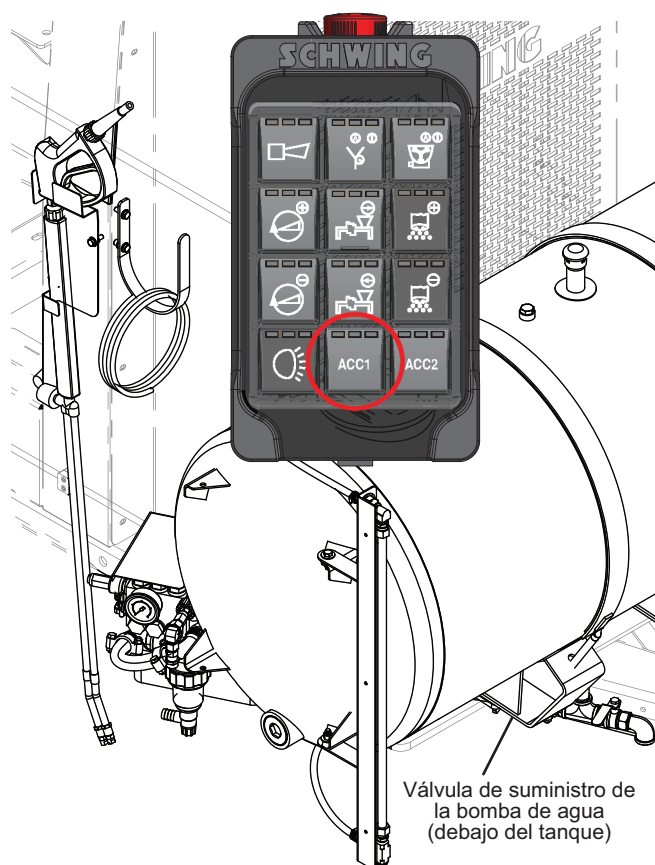

Figura 12
Abrir la válvula de suministro de la bomba de agua (Figura 12) suministra agua a la bomba de alta presión desde el tanque de agua. **SE DEBE suministrar agua a la bomba de alta presión ANTES de arrancar.**
Al presionar el botón ACC1 en el control remoto por radio o colgante (Figura 12), se cambia una válvula direccional y se envía aceite al motor hidráulico de la bomba de alta presión. La bomba de alta presión arrancará inmediatamente.
- Abra la línea de succión de la bomba de alta presión al tanque de agua abriendo la válvula de suministro de la bomba de agua, ubicada debajo del tanque de agua (Figura 12).
- Antes de reiniciar el HPCS, llene el tanque de agua, cierre el drenaje del filtro y abra la válvula de suministro de la bomba de agua (Figura 12).
- Cierre la válvula de suministro de la bomba de agua (Figura 12).